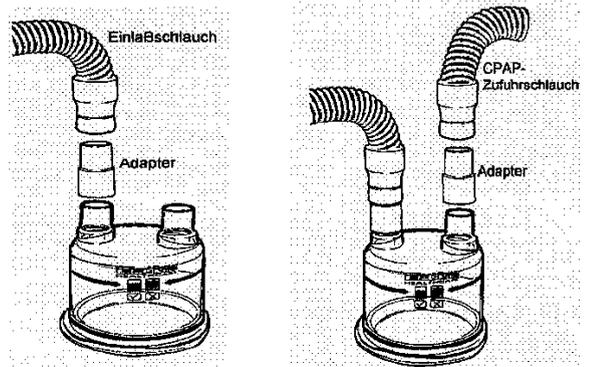

Abb. 3 Anschließen des Einlaßschlauchs Abb. 4 Anschließen des CPAP-Zuführschlauchs
4. Schließen Sie das eine Ende des Einlaßschlauchs an den Eingangsanschluß der HC300 (siehe Abb. 3) und das andere Ende an das Gebläse an.